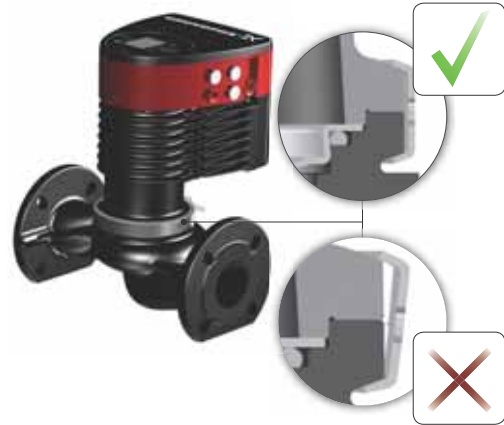

Рис. 9 Закрепление головной части насоса на корпусе насоса
3. Убедитесь в том, что поверхность корпуса насоса и поверхность головной части насоса соприкасаются, затем затяните хомут. См. рис. 9.
Перед затяжкой хомута проверьте его положение. Неправильное положение хомута приведёт к утечкам в насосе и повреждению гидравлических деталей его головной части. См. рис. 9.